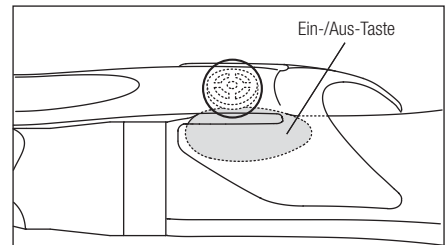

Abb. 7
- 2) Stellen Sie die Montageposition so ein, dass der konvexe Teil unter dem Hebel (siehe Kreis in Abb. 7) den Vorsprung der AN-/AUS-Taste berührt.